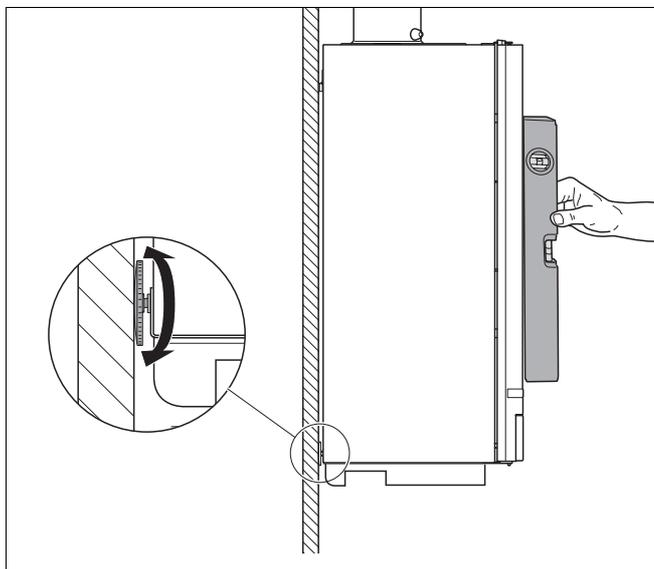

Fig. 9 Posizionamento della caldaia con le viti di fissaggio
- Posizionare la caldaia con l'aiuto della vite di fissaggio e della livella a bolla (fig. 9).